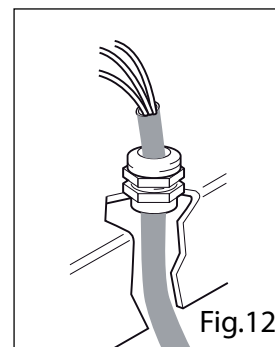

Fig.12
- Il cavo modello H07RN-F deve essere introdotto nell'apparecchiatura attraverso il ferma cavo, portato a misura e bloccato al fermacavo (Fig. 12).